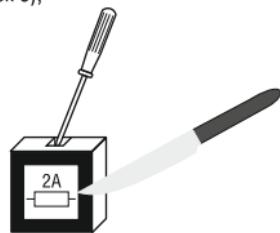

Рисунок 5
- в светильнике модификации 3923: тонкой отверткой надавите на паз в крышке отсека размещения предохранителя, одновременно выньте белую заглушку в крышке (рисунок 5);